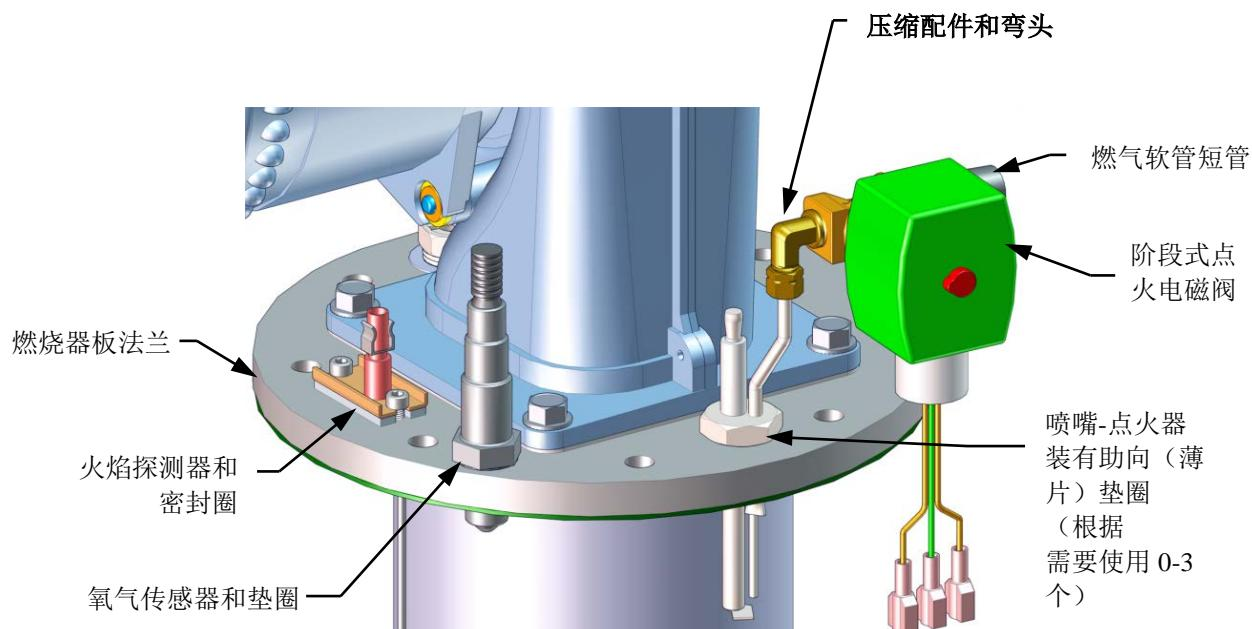

图 7-2：点火器-喷嘴和火焰探测器安装详细情况
4. 参见图 7-2 中的局部分解图。用 $7/16"$ 开口扳手断开用于将点火器-喷嘴的燃气注入管固定到阶段式点火组件弯管的压缩螺母。将阶段式点火组件从点火器-喷嘴上断开。
4. 拆下两 (2) 个将火焰探测器固定到板上的螺钉（图 7-2）。火焰探测器分别由一 (1) 个 #10-32 螺钉和一 (1) 个 #8-32 螺钉固定到燃烧器板上。
2. 抓住顶部手柄，直接拉出，以从设备上拆下顶部护罩。这将使护罩与侧部面板上的四 (4) 个针脱离。
3. 从安装在燃烧器板上的火焰探测器拆下导线。参见图 7-2。
4. 拆下两 (2) 个将火焰探测器固定到板上的螺钉。火焰探测器分别由一 (1) 个 #10-32 和一 (1) 个 #8-32 螺钉固定到燃烧器板上。
7. 使用 7/16" 开口扳手，断开用于将点火器-喷嘴的燃气注入管固定到阶段式点火组件弯管的压缩螺母（参见图 7-2）。将阶段式点火组件从点火器-喷嘴上分开。